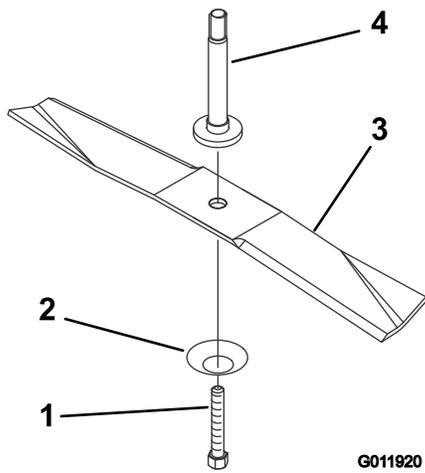

Bild 25
3. Entfernen Sie die Schraube, Wellenscheibe und das Schnittmesser (Bild 25).